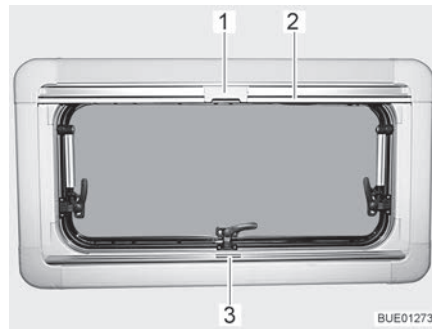
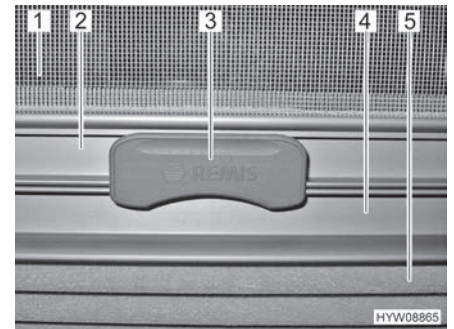

Bild 24 Ausstellfenster
Bild 25 Raste
Die faltverdunklung (Bild 25,5) befindet sich im unteren Rollokasten.
- faltverdunklung in der Mitte der Griffleiste (Bild 24,3 und Bild 25,4) fassen, von unten nach oben ziehen und auf der gewünschten Höhe loslassen. Die faltverdunklung bleibt in dieser Höhe stehen.
Das Insektenschutzrollo (Bild 25,1) befindet sich im oberen Rollokasten.
- Insektenschutzrollo an der Griffleiste (Bild 24,2 und Bild 25,2) nach unten ziehen, bis es an der Griffleiste der faltverdunklung (Bild 25,4) anstößt.
- Raste (Bild 24,1 und Bild 25,3) am Insektenschutzrollo mit der Griffleiste der faltverdunklung verriegeln. Wenn die Raste verriegelt ist, können faltverdunklung und Insektenschutzrollo gemeinsam verstellt werden.
- Raste (Bild 25,3) am Insektenschutzrollo oben drücken.
- Insektenschutzrollo an der Griffleiste (Bild 24,2) langsam zurückführen.